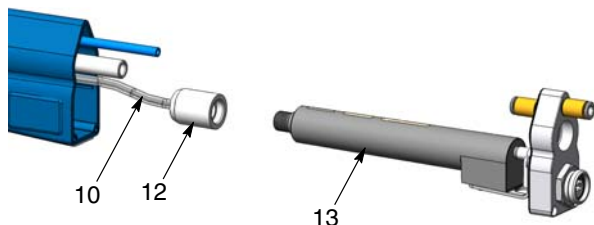

Figura 29 Desconexão do cabo do eléctrodo
3. Consulte a figura 29. Desenrosque a porca do multiplicador (12) e desligue o cabo do eléctrodo (10) do multiplicador (13).
5. Pistolas com tubos de suporte: Consulte a figura 29. Insira a extremidade de mola do cabo do eléctrodo (10) no orifício do multiplicador até encostar a fundo, depois aperte a porca do multiplicador (12).